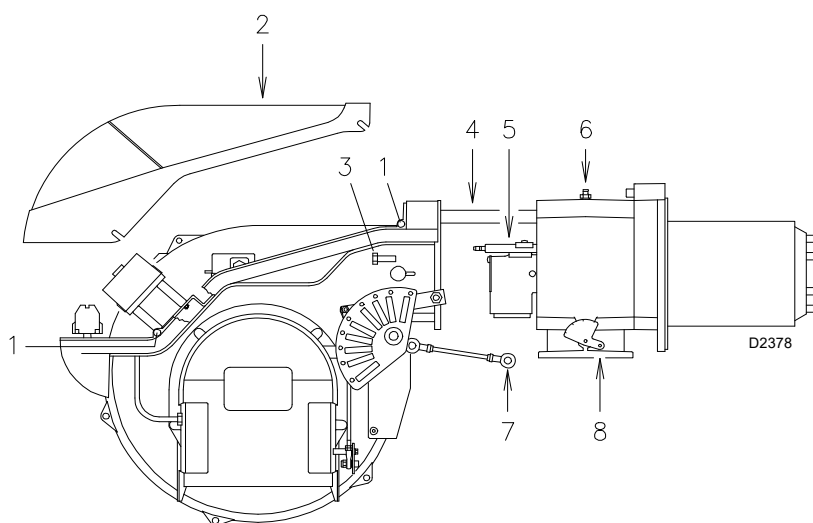

Fig. 38
- Allentare le 4 viti 1)(Fig. 38) e togliere il cofano 2).
- Rimettere le viti 3)(Fig. 38) e tirare delicatamente verso l'esterno i cavi di sonda ed elettrodo, fino a metterli in leggera tensione.